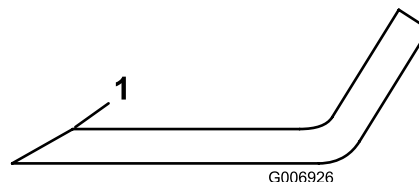

Figure 66
5. Examinez les tranchants de toutes les lames. aiguiser-les s'ils sont émoussés ou ébréchés. N'aiguiser que le haut du tranchant et conservez l'angle de coupe d'origine pour obtenir une coupe nette (Figure 66).
6. Si elles sont émoussées ou ébréchées, n'affûtez que le haut du tranchant et conservez l'angle de coupe d'origine (Figure 66).